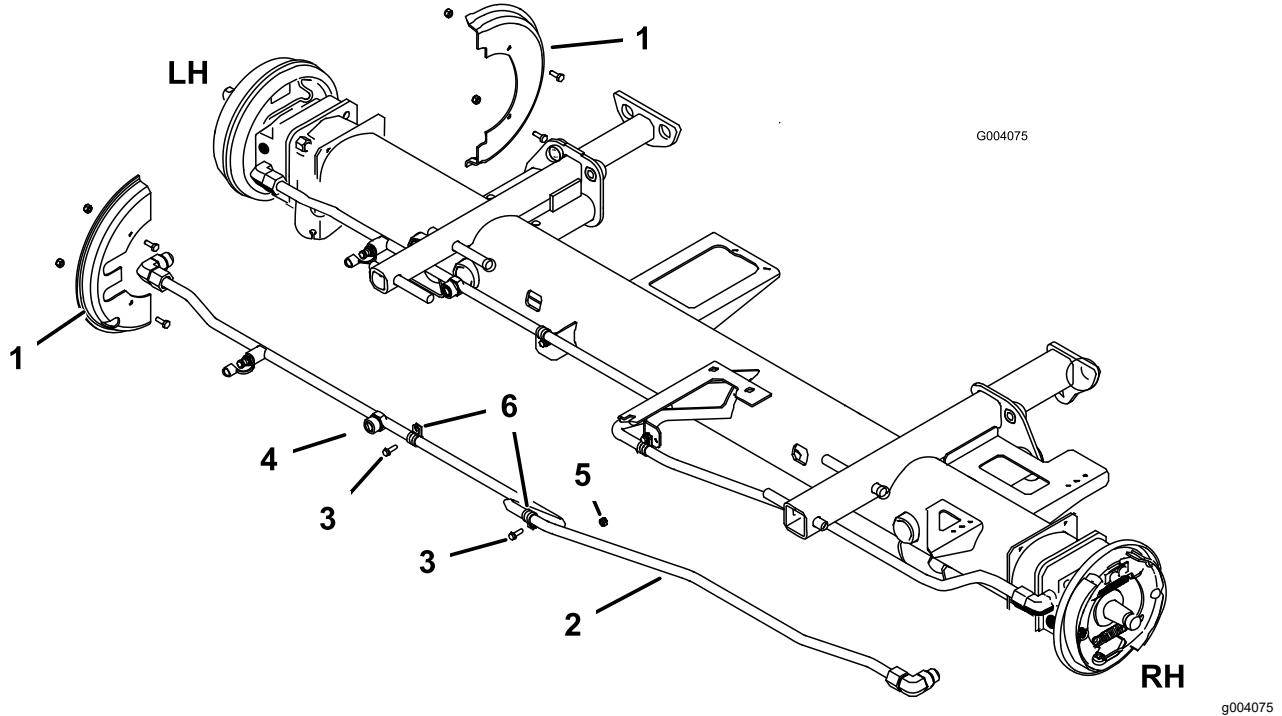

Figura 10
6. Desconecte la manguera izquierda de la bomba variable y del tubo hidráulico (Figura 10). Asimismo, retire el acoplamiento de 45° de la parte inferior de la bomba variable (Figura 10).
3. Retire los tornillos y las tuercas que sujetan los protectores de las ruedas a las bridas del eje delantero (Figura 10).
4. Desconecte el tubo hidráulico del acoplamiento superior del motor de rueda delantera izquierdo y del acoplamiento inferior del motor de rueda delantera derecho (Figura 10).
5. Retire las abrazaderas en R que sujetan el tubo al bastidor (Figura 10) y las bridas que sujetan los cables de freno a los tubos hidráulicos.
6. Instale los protectores de rueda en las bridas del eje delantero con los tornillos y las tuercas que retiró anteriormente (Figura 10).